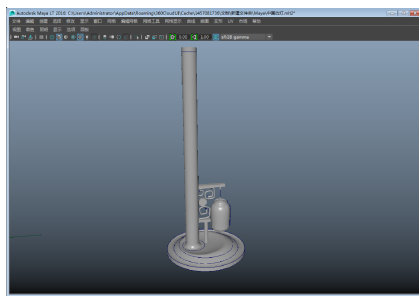

图 3-141 制作灯笼
- 17 然后，将灯笼沿 Y 轴向上稍微移动一下，并调整它的大小，最终创建的效果如图 3-141 所示。